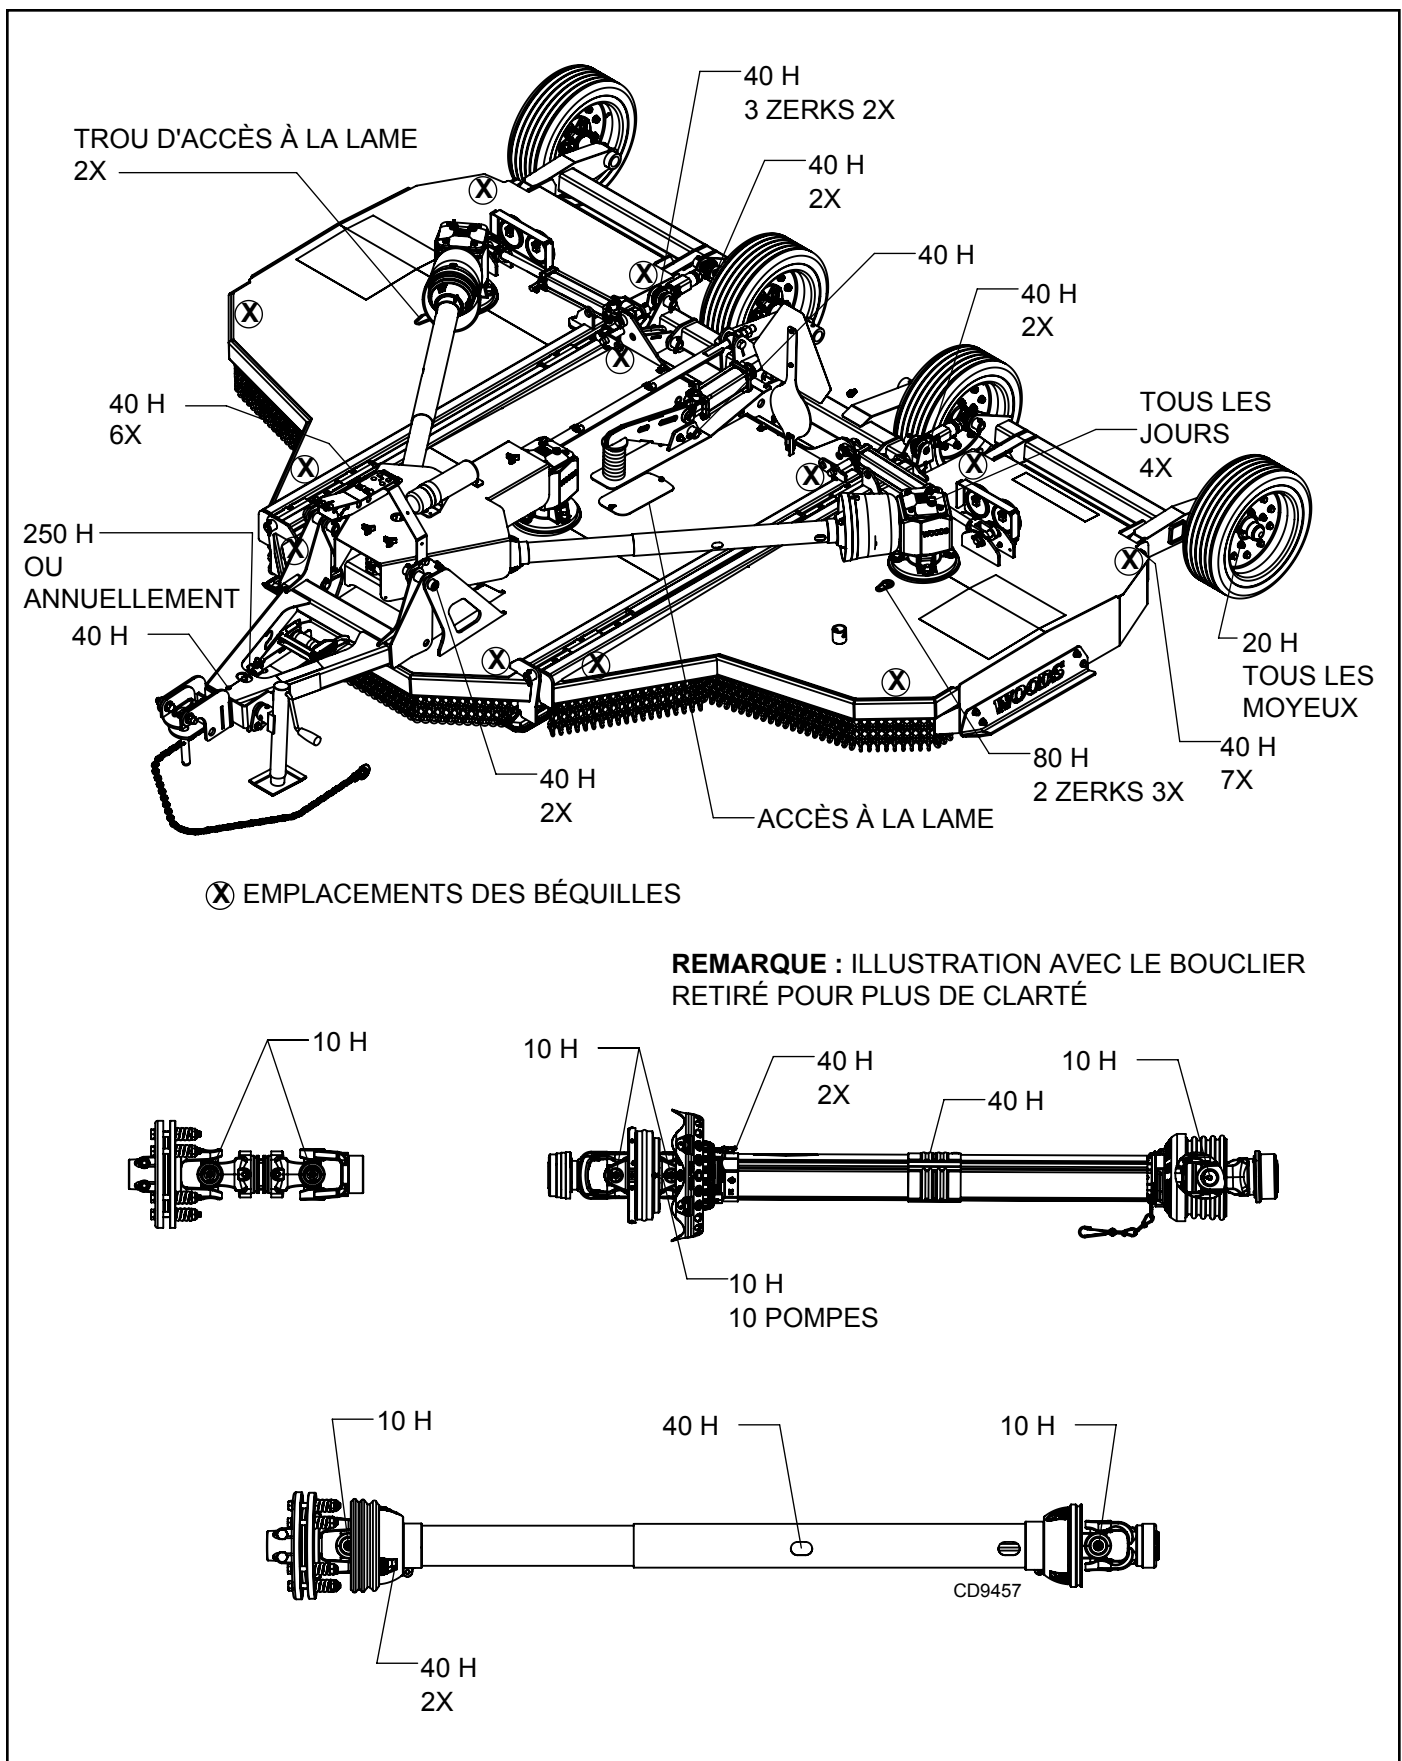

Figure 6. Emplacement de la béquille et points de lubrification
1. Les béquilles d'une capacité de charge de 1 000 livres ou plus sont le seul dispositif de blocage approuvé pour cette débroussailleuse. Installez des béquilles (représentées par des X sur la Figure 6) sous la débroussailleuse avant de travailler sous l'équipement.
- **Si la débroussailleuse se déplace pendant le stockage et met les tuyaux sous pression, cette pression peut être relâchée en utilisant des béquilles aux endroits représentés par des X sur la Figure 6.**
Voir la Figure 6 pour connaître les points de lubrification et la fréquence de lubrification dans des conditions de fonctionnement normales. Des conditions sévères ou inhabituelles peuvent nécessiter une lubrification plus fréquente.
2. Soulevez la débroussailleuse et placez 4 béquilles sous le châssis central aux endroits marqués d'un « X » sur la Figure 6, et bloquez-les solidement.
4. Alignez le trou de la barre transversale (4) avec le trou d'accès à la lame dans le cadre de la débroussailleuse. Retirez le boulon (1), le clip de verrouillage de l'axe de la lame (2) et la plaque de serrure (3). Déplacez avec précaution la goupille de la lame (6) hors de la barre transversale et retirez la lame (5).